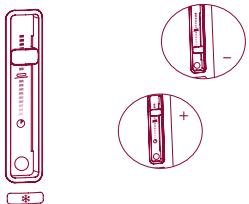

Fig. 4
- Regolate il selettore di tostatura sulla posizione corrispondente al grado di cottura desiderato. Se posizionate il selettore di tostatura verso il basso otterrete un tempo di cottura più breve, se lo posizionate verso l'alto un tempo più lungo (fig. 4) (vedi il paragrafo "Consigli per la tostatura").